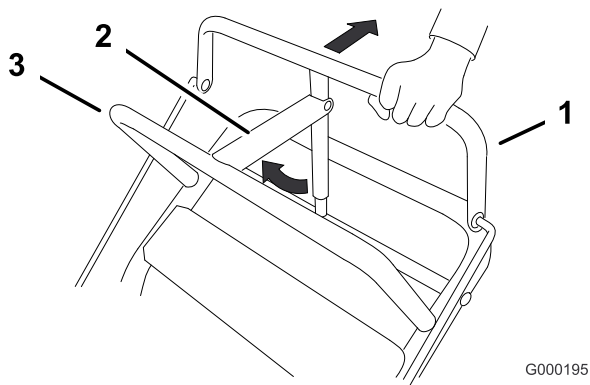

Figura 14
1. Tire hacia atrás de la barra de control superior (Figura 14) y sujétela en esa posición.
2. Levante la palanca del freno de estacionamiento (Figura 14) y suelte poco a poco la barra de control superior. La palanca de freno debe permanecer en posición puesto (bloqueado).
2. Suelte gradualmente la barra de control superior (Figura 14).